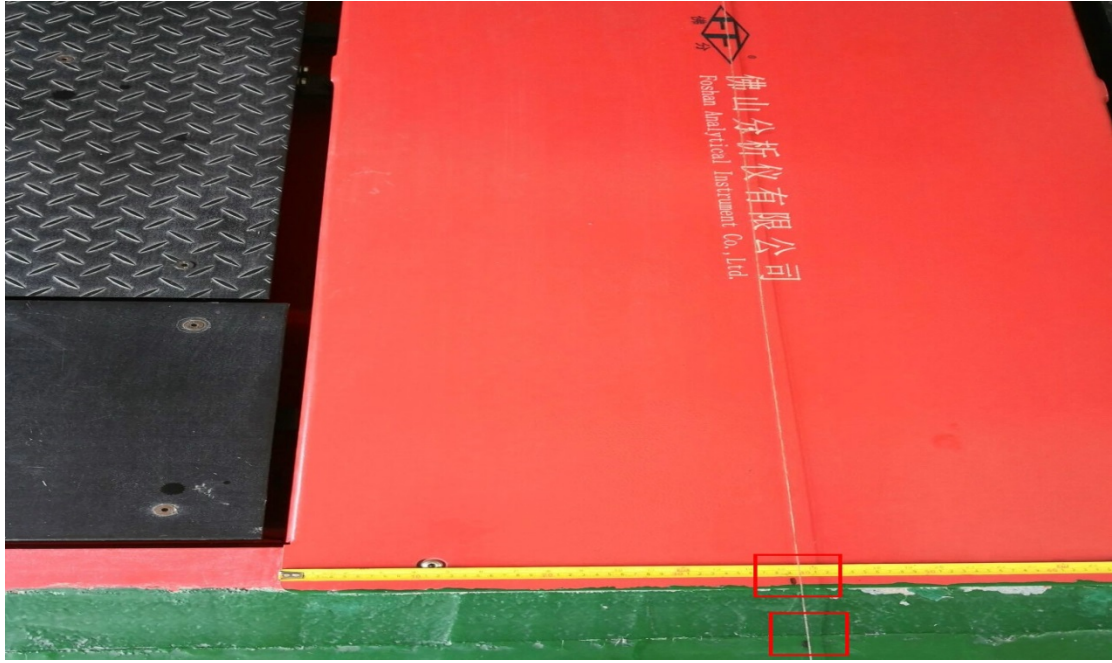

图 3.5
- (1)、如图 3.5 所示：用卷尺量出台架前后中心点的位置，并做好标记；
- (2)、在地基坑前后位置的中心点标记处拉一根棉线；
- (3)、利用铁笔等工具移动台架，使台架前后中心点的轴线和棉线吻合(即在同一直线上)，并使台架在地基前后位置上也居中；